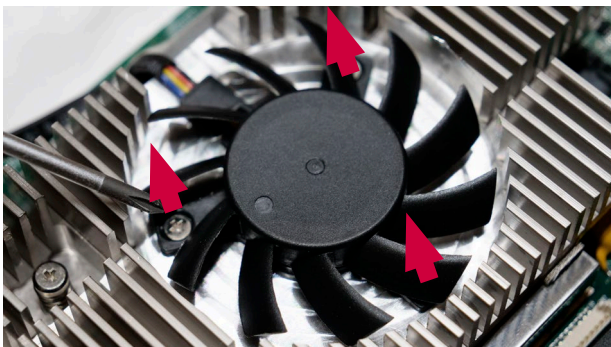

Figura 29 Retirar os parafusos da ventoinha
b) Desaperte os três parafusos que seguram a ventoinha no lugar (Figura 29)
- f) **Insira e aperte os três parafusos (força máx. de 0,3 Nm) que seguram a ventoinha no lugar (ver a Figura 29)**